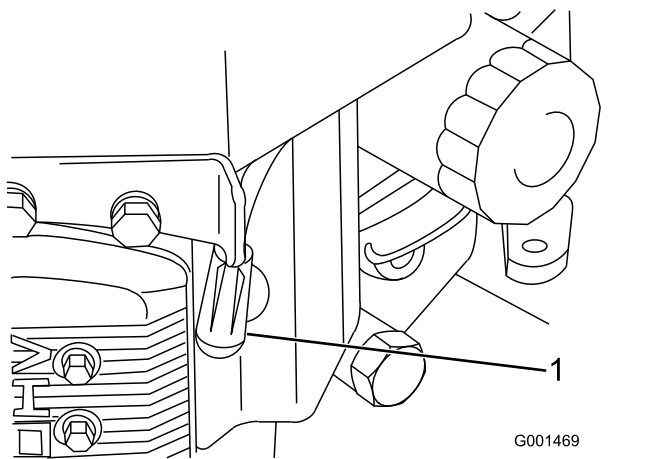

Figure 28
3. Débranchez le fil de chaque bougie (Figure 28).